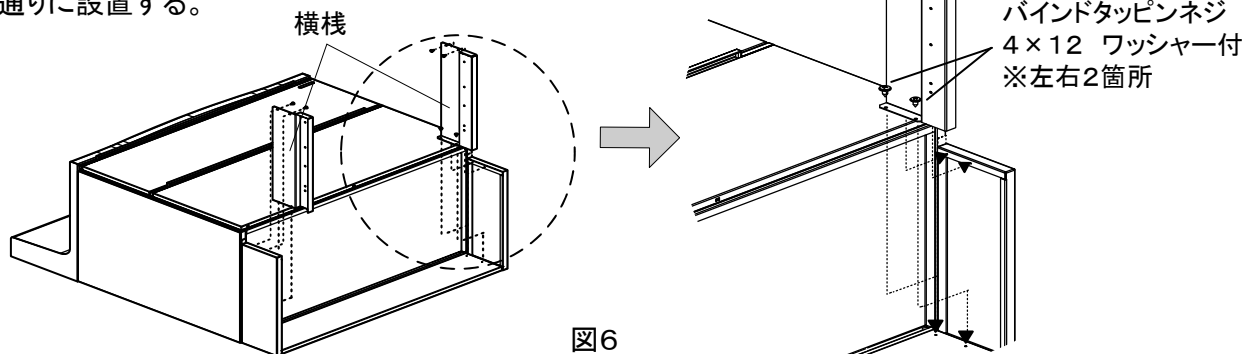

図6
- ③キャビネットを倒した状態のまま、②で残った左右の横棧をキャビネットの横台輪と後板の左右各4ヶ所ずつで固定する。(図6)
- ④取付け完了後、キャビネットを起こす。
- ⑤そこまでホーローラックの引出を挿入する。
- ⑥トレーを元通りに設置する。